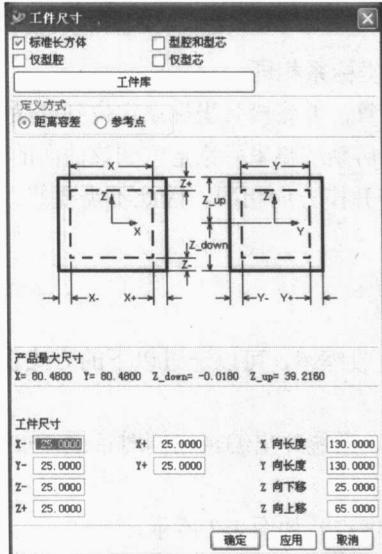
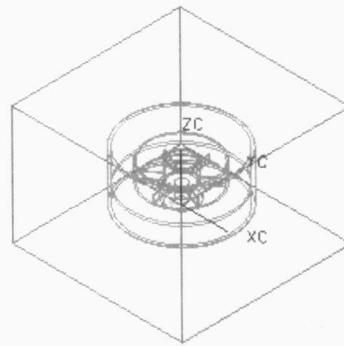

图 1-8 工件尺寸对话框
图 1-9 毛坯模型
- ③ 在对话框上输入比例因子 1.006，在实际应用中需要根据材料进行设置。
- ④ 单击“确定”按钮，完成比例的设置。
- ① 在工具栏上单击“工件”按钮 ，弹出工件尺寸对话框，如图 1-8 所示。
- ② 此时系统自动根据零件模型的尺寸计算毛坯的尺寸，本实例使用默认值即可。
- ③ 单击对话框上的“确定”按钮，完成的毛坯模型如图 1-9 所示。